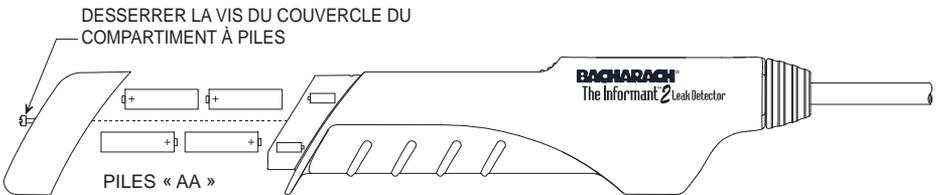

Figure 2. Installation des piles
1. Voir figure 2. À l'aide d'un tournevis Phillips #1, desserrez tout d'abord la vis du compartiment à piles à l'arrière du détecteur, puis ôtez le couvercle.